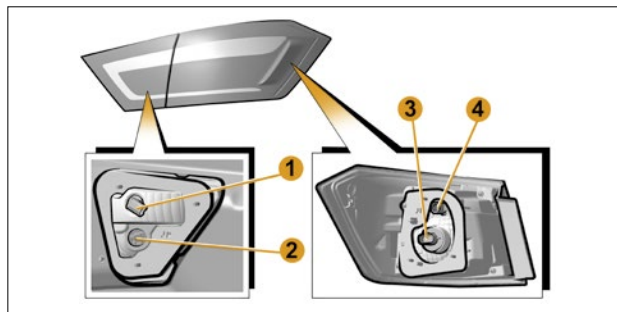

Рис. 13. Задние фонари
Для замены лампы света заднего хода **1** (рис. 13) необходимо:
– преодолевая сопротивление держателей, отогнуть обивку крышки багажника для доступа к патрон-разъему **1** (рис. 13). Во избежание повреждения обивки, отгибание производить на величину не более 7–8 см;
- повернуть патрон-разъем **1** (рис. 13) против часовой стрелки и вынуть его из посадочного места в сборе с лампой;
Для замены лампы габаритного огня **2** (рис. 13) необходимо: